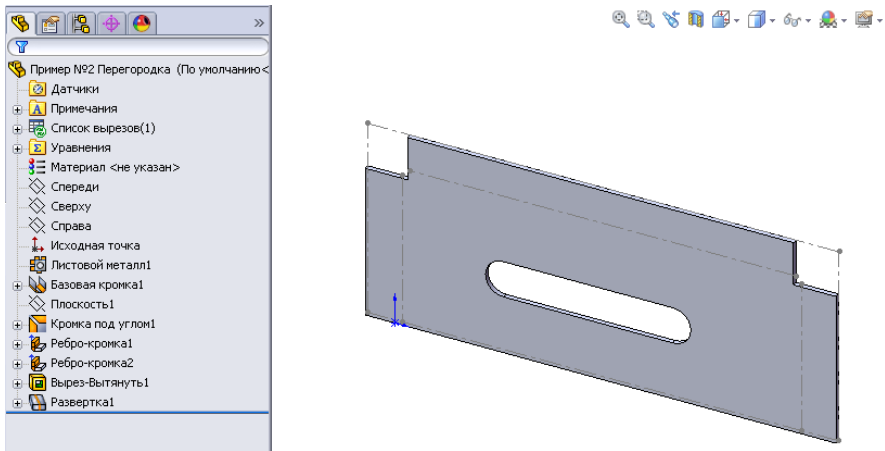

Рисунок 9.43 - Розгорнення деталі Перегородка
12. Після того як побудована деталь у зігнутому стані, можна створити її розгорнення. Для цього в дереві конструювання виберемо рядок **«Развертка1»**, активізуємо контекстне меню, нажавши праву кнопку миші, і виберемо команду меню - **«Высветить»**. Можна також побачити розгорнення деталі, активізувавши команду - **«Развертка»** на панелі інструментів **«Листовой металл»**. Уся побудована раніше деталь розвернеться в площині, де розташована основа (рис. 9.43). У результаті буде побудовано розгорнення деталі, на якій штрихпунктиром нанесені лінії згину.